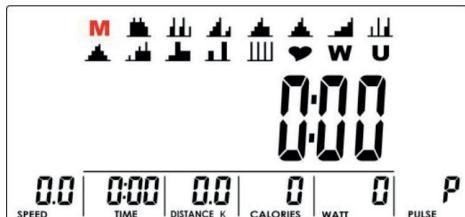

Rysunek 1
- Podłącz zasilanie, komputer włączy się i wyświetli wszystkie segmenty na wyświetlaczu przez 2 sekundy (Rys.1).